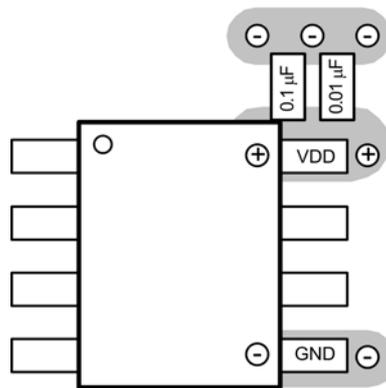

FIGURE 9. Decoupling DS91D176
- 電源ノイズは、常にノイズ・マージンを低下させます。M-LVDS デバイスが適切にデカップリングされていることを確認してください。VDD と GND ピンにはビアを 2 個使用し、デバイスの VDD ピン近くにはデカップリング・コンデンサーを配置します。Figure 9 に、デカップリング・コンデンサの配置方法、DS91D176 の電源およびグラウンド・プレーンへの接続方法を示します。